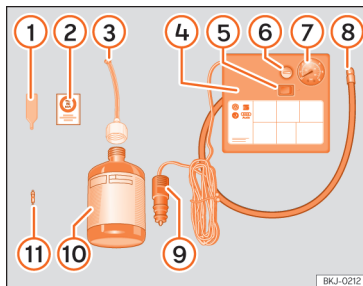

Fig. 251 Representación estándar: contenido del kit antipinchazos.
»» fig. 251:
- Desenrosque la caperuza y el obús de la válvula del neumático. Utilice el aparato >>> **fig. 251 ①** para extraer el obús. Colóquelo en una superficie limpia.
- Agite con fuerza la botella de sellante de neumáticos >>> **fig. 251 ⑩**.
- Enrosque el tubo de inflado >>> **fig. 251 ③** en la botella de sellante. El precinto de la botella se romperá automáticamente.
- Retire el tapón del tubo de llenado >>> **fig. 251 ③** y enrosque el extremo abierto del tubo en la válvula del neumático.
- Vuelva a colocar el obús con el aparato >>> **fig. 251 ①** en la válvula del neumático.
- Enrosque el tubo de inflado del neumático del compresor >>> **fig. 251 ⑧** en la válvula del neumático.
- Compruebe que el tornillo de evacuación de aire está cerrado >>> **fig. 251 ⑥**.
- Acople el conector >>> **fig. 251 ⑨** a toma de corriente de 12 voltios del vehículo >>> **pág. 267**.
- Conecte el compresor de aire con conmutador ON/OFF >>> **fig. 251 ⑤**.
- Pegue el adhesivo >>> **fig. 251 ②** en el cuadro de instrumentos, dentro del campo visual del conductor.
Vuelva a enroscar el tubo de inflado >>> **fig. 251**